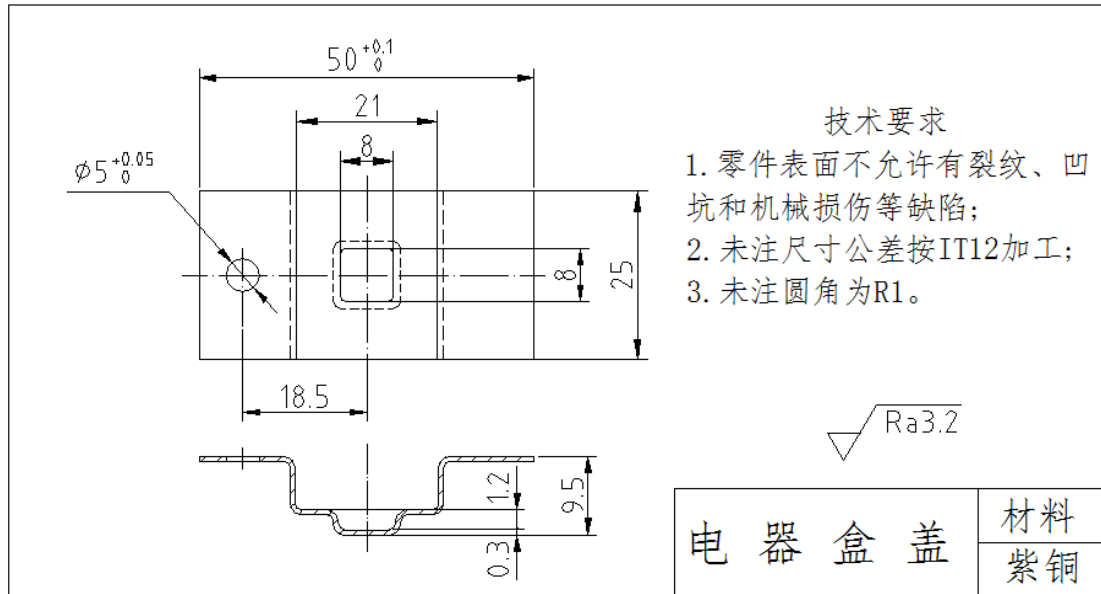

图 4 冲压零件示意图
2) 组装调试后的模具冲压件达到示意图 4 要求，试冲时提供紫铜材料三件(现场做标记)，选手完成比赛任务之后，上交一件成品作为最终大赛检测用。